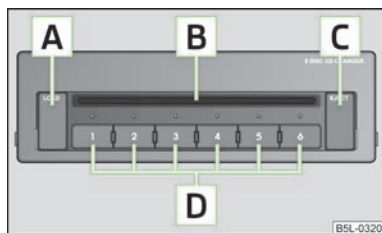

Fig. 113
- Pulsar la tecla [C] » fig. 113 e introducir el CD (Compact Disk) en el hueco para CDs [B]. El CD se coloca automáticamente en la posición libre más baja del cambiador de CD. El testigo de la tecla correspondiente [D] deja de parpadear.